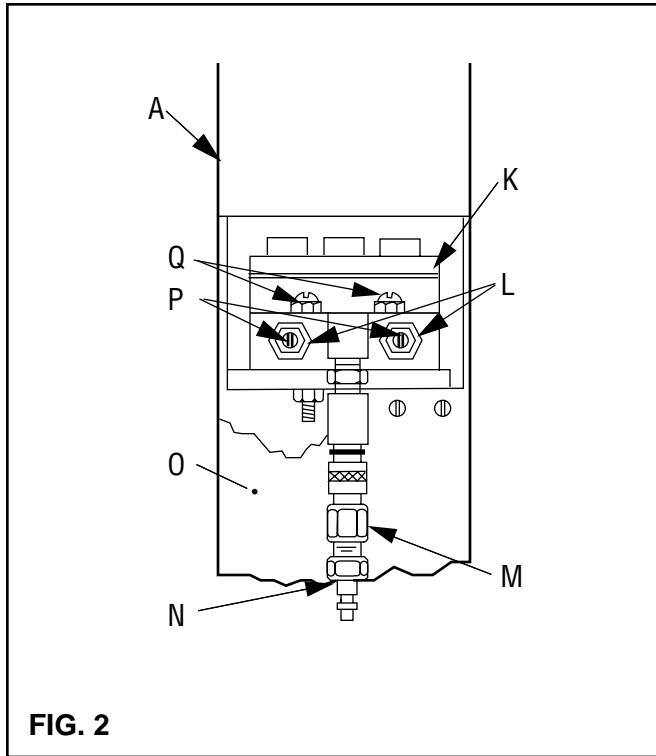

FIG. 2
Unpack air supply, muffler and connectors. Install air fittings (M, N) and speed control mufflers as shown in Fig. 2 (L, P). After the air supply is connected, slide the sleeve valve forward toward the machine to turn on the air supply. (Follow Safety Procedure by keeping clear of lid and operating mechanisms.) Open lid (H). With the air connected, depress and hold the lower air control button (C). The lift platform should remain in the lowered position. Momentarily press and release the upper air control button (B). The platform should begin oscillating up and down with approximately a 3" stroke. With the tank empty and no load on the platform, operation can sometimes be somewhat noisy and rough. Press and hold the top air control button. The platform should rise and remain in the raised position.
Déballer l'alimentation en air, le silencieux et les raccords. Monter les raccords (M, N) et les silencieux de commande de vitesses tel que cela est illustré dans la Fig. 2 (L, P). Une fois l'alimentation en air raccordée, faire coulisser la soupape à manchon en avant vers la machine pour amorcer l'alimentation en air. (Suivre la procédure de sécurité en restant loin du couvercle et des mécanismes de fonctionnement). Ouvrir le couvercle (H). Une fois l'air raccordé, appuyer sur le bouton de commande d'air inférieur (C) et le maintenir. La plate-forme de levage devrait rester dans la position abaissée. Appuyer brièvement sur le bouton de commande d'air supérieur (B). La plate-forme devrait commencer à osciller de haut en bas sur environ 3 po. Lorsque le réservoir est vide et qu'aucune charge n'est exercée sur la plate-forme, l'opération peut être un peu bruyante et rude. Appuyer sur le bouton de commande d'air supérieur et le maintenir enfoncé. La plate-forme devrait monter et rester en position relevée.
Druckluftversorgung, Dämpfer und Konnektoren auspacken, Luftanschlüsse (M, N) und Dämpfer der Drehzahlregelung wie in Abb. 2 (L, P) einbauen. Nach Anschließen der Druckluftversorgung den Rohrschieber zum Andrehen in Richtung der Maschine schieben (Sicherheitshinweise beachten und Abstand vom Deckel und Betätigungsmechanismus halten). Deckel (H) öffnen. Bei angeschlossener Versorgung den unteren Druckluftknopf (C) niederdrücken und halten. Die Hebebühne muß in Senkstellung bleiben. Oberen Druckluftknopf (B) momentan drücken und loslassen. Die Hebebühne muß mit einem Hub von ca. 3" hoch- und herunterzufahren beginnen. Wenn der Behälter leer und die Bühne unbelastet ist, kann sie mitunter etwas geräuschvoll und uneben fahren. Oberen Druckluftknopf drücken und wieder halten. Die Hebebühne muß hochfahren und in Hubstellung bleiben.
Desempaque el suministro de aire, silenciador y conectores. Instale las conexiones de aire (M, N) y los silenciadores del control de velocidad según se muestra en la Fig. 2 (L, P). Despues de que se haya conectado el suministro de aire, deslice la válvula hacia adelante de la máquina para encender el suministro de aire. (Siga el procedimiento de Seguridad, manteniéndose lejos de la tapa y los mecanismos de operación.) Abra la tapa (H). Con el aire conectado, presione y mantenga oprimido el botón de control de aire (C). La plataforma levadiza deberá permanecer el posición inferior. Presione momentáneamente y suelte el botón de control de aire superior (B). La plataforma deberá comenzar a oscilar hacia arriba y hacia abajo, con una carrera de aproximadamente 3". Con el tanque vacío y sin carga en la plataforma, la operación puede en ocasiones ser ruidosa e irregular. Presione y mantenga presionado el botón de control de aire superior. La plataforma se deberá elevar y permanecer en esa posición.
Two independent speed control muffler screws (P) are provided to control the vertical speed of the platform (see Fig. 2, page 14). The "UP" and "DOWN" speeds of the platform should be equal when the platform holds the intended workload. The speed control muffler screws are located at the rear of the lift column. To adjust the platform speed, first loosen the jam nut (L) on the "UP" or "DOWN" speed control, as applicable.
With everyone clear of the unit, adjust the speed control muffler screw with a thin bladed screwdriver. Screw the control out to increase platform speed and in to reduce speed. Retighten the jam nut after speed control adjustment has been made (see Fig. 2, page 14).
Deux vis indépendantes (P) de silencieux pour le contrôle de vitesse sont fournies pour contrôler la vitesse verticale de la plate-forme (voir Fig. 2 page 14). Les vitesses "VERS LE HAUT" et "VERS LE BAS" de la plate-forme devraient être égales lorsque la plate-forme retient la charge prévue. Les vis de silencieux de contrôle de vitesse sont situées à l'arrière de la colonne de levage. Pour régler la vitesse de la plate-forme, desserrer tout d'abord le contre-écrou (L) sur le contrôle de vitesse "VERS LE HAUT" ou "VERS LE BAS", tel qu'applicable.
En s'assurant que tout le personnel se trouve loin de l'appareil, régler la vis de silencieux de contrôle de vitesse à l'aide d'un tournevis à lame mince. Visser le dispositif de réglage vers l'extérieur pour augmenter la vitesse de la plate-forme et vers l'intérieur pour réduire la vitesse. Reserrer le contre-écrou une fois que l'ajustement du contrôle de vitesse a été réalisé (voir Fig. 2, page 14).
Die Senkrechtgeschwindigkeit der Hebebühne wird von zwei unabhängigen Dämpfschrauben (P) geregelt (siehe Abb. 2, Seite 14). Wenn die Bühne die beabsichtigte Ladung trägt, müssen die HOCH- und HERUNTERfahrgeschwindigkeiten gleich sein. Die Dämpfschrauben zur Geschwindigkeitsregelung sind an der Rückseite der Hebesäule angeordnet. Zur Einstellung der Hebebühngeschwindigkeit zuerst je nach Bedarf die Gegenmutter (L) für HOCH bzw. HERUNTER lockern.
Umstehende von der Einheit fernhalten und Dämpfschraube mit einem dünnen Schraubendreher verstehen. Zur Steigerung der Geschwindigkeit herauszur Verringerung hineinschrauben. Nach der Geschwindigkeitseinstellung die Gegenmutter (L) wieder anziehen (siehe Fig. 2, Seite 14).
Dos tornillos del silenciador de control de velocidad se usan para controlar la velocidad de la plataforma. Las velocidades hacia arriba y hacia abajo (vea la Fig. 2, página 14). ("UP" y "DOWN") de la plataforma deberán ser iguales cuando la plataforma sostiene la carga de trabajo. Los tornillos de control de velocidad se encuentran en la parte posterior de la columna de levantamiento. Para ajustar la velocidad de la plataforma, afloje primero la contratuerca (L) en el control de velocidad "UP" (hacia arriba) o "DOWN" (hacia abajo), según lo que corresponda.
Con todas las personas alejadas de la unidad, ajuste el tornillo de control de velocidad con un destornillador de hoja delgada. De vuelta a la izquierda para aumentar la velocidad de la plataforma y a la derecha para reducir la velocidad. Vuelva a apretar la contratuerca después de hacer el ajuste de control de la velocidad (ver Fig. 2, página 14).